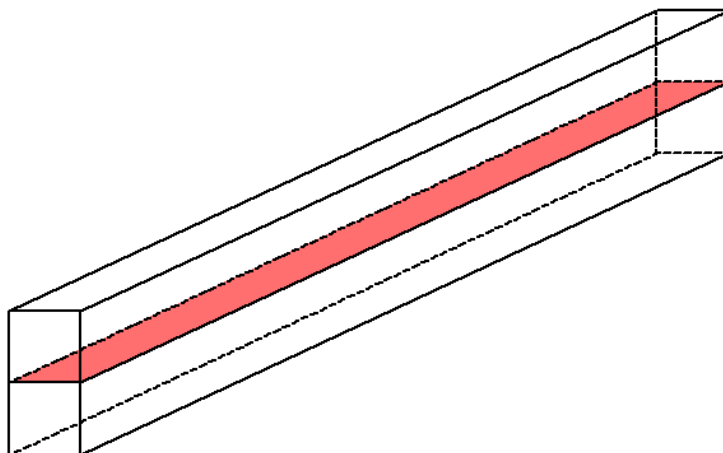

図 11 Top と Base の境界面
⑤図 11 に示す Top と Base の境界面をグループ化する。